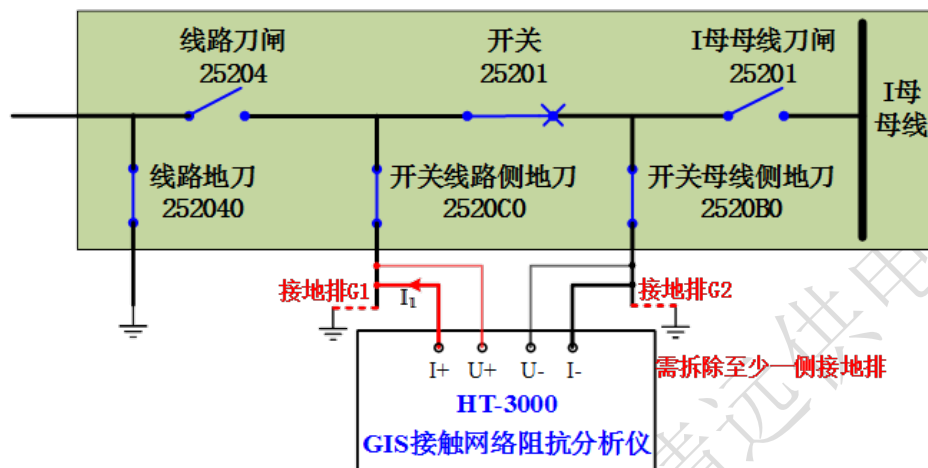

图 22 传统回阻仪模式接线图
- 2) 按照图 22 所示进行接线，注意当输出电流超过 400A 时，需采用两组功率线并联，